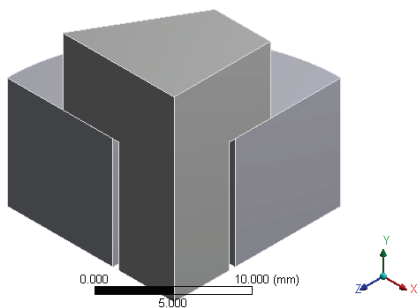
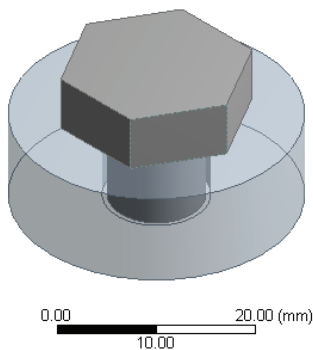

图 8-16 导入的 1/4 近似对称模型
图 8-17 完整模型
4) 单击  **Generate** 按钮, 即可显示生成的几何体, 如图 8-16 所示, 此时可在几何体上进行其他的操作, 本例无需进行操作。注意, 完整的模型如图 8-17 所示。